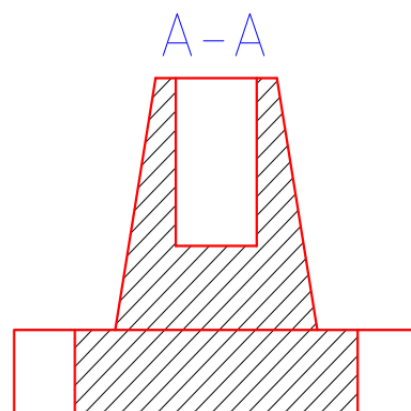

Рис. 88. Разрез А-А Фигуры 2
6. Сделайте активным слой **Тонкие**. Выполните штриховку разреза А-А Фигуры 2 (рисунок 88).